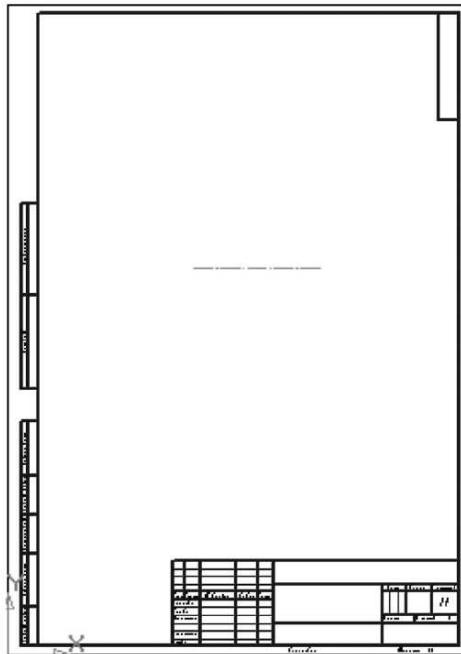

Рисунок 3.3. Результат побудови осьової лінії ролика
- уведіть у виділене перше поле із клавіатури значення координати початкової крапки осьової лінії по осі X - (120);
- уведіть у виділене друге поле із клавіатури значення координати початкової крапки осьової лінії по осі Y - (250) і натисніть клавішу Enter для фіксації уведення координат початкової крапки осьової лінії - (120, 250);
- уведіть у поле *Угол* значення 0° , а потім натисніть клавішу Enter. Побудується осьова горизонтальна лінія ролика (рис. 3.3).